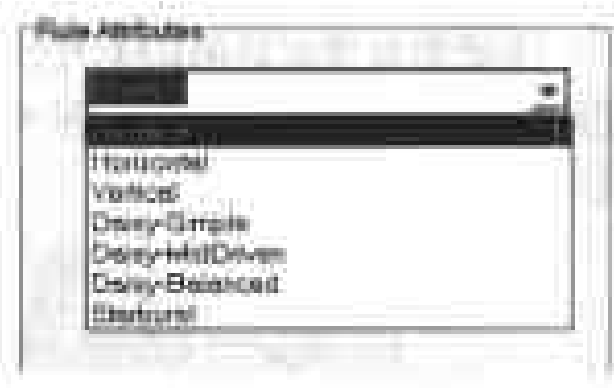

图 9-27 拓扑规则下拉式列表
2) Rule Attributes 选择项。此选择项用来飞线生成的拓扑规则，单击设置项右端的下拉式按钮，显示如图 9-27 所示的下拉列表，系统提供 7 种生成飞线的拓扑规则，其中包括 Shortest（采用最短路径图 9-28a）、Horizontal（采用水平图 9-28b）、Vertical（采用垂直图 9-28c）、Daisy-Simple（采用简单的菊状图 9-28d）、Daisy-MidDriven（采用由中间往外的菊状图 9-28e）、Daisy-Balanced（采用平衡式菊状图 9-28f）及 Starburst（采用放射状菊状图 9-28g）拓扑规则。